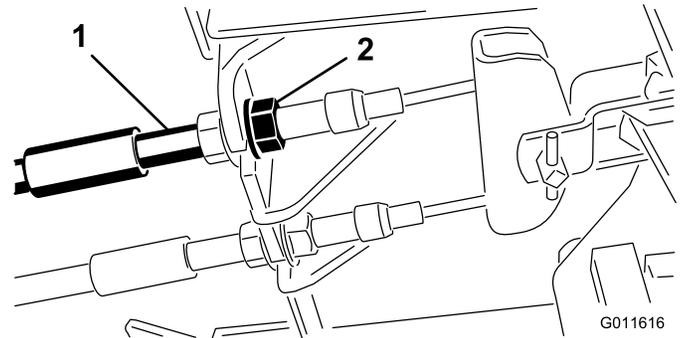

図 69
1. 遊びを減らすブレーキを締めるには、ブレーキケーブルのネジ山の前ナットをゆるめ、後ろのナットを締める (図 69)。